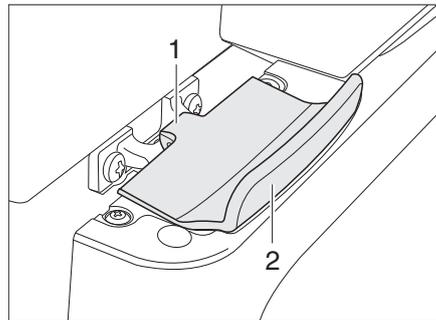

Bild 279 Verriegelung der Kühlschranktür, geschlossen (Thetford)
- Kühlschranktür am Griff (Bild 279,2) öffnen. Die Verriegelung (Bild 279,1) wird automatisch gelöst.